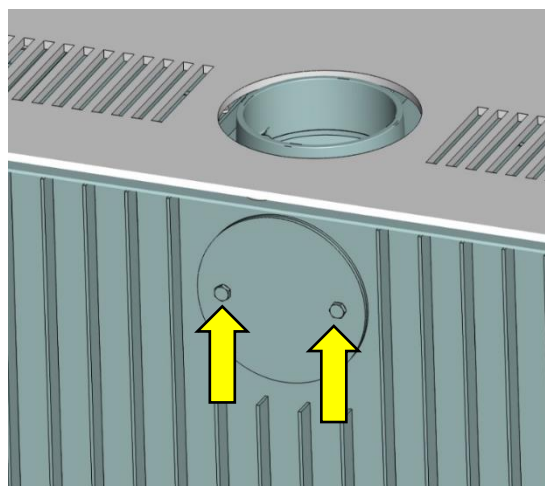

Fig. 12 : couvercle obturateur pour le manchon pivotant
2. Retirer les écrous et les vis du couvercle obturateur situé derrière (Fig. 12) et enlever ce dernier.